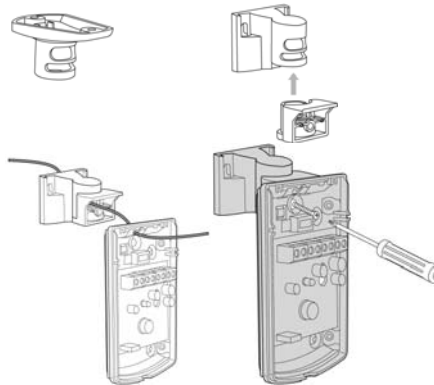

图.7
4. 底部一些圆形及方形的缺口是用做穿线孔的。用户也可以使用未作固定用的定位孔来走线。（选用支架时，线缆成支架中穿过— 图.7）
5. 将探测器固定于墙壁，角落或天花板。（选用支架安装时见，图.7）。